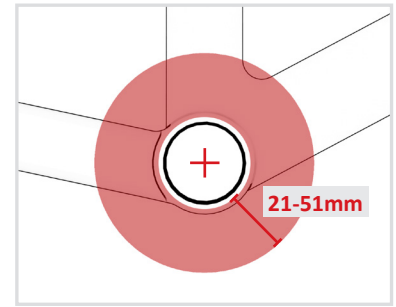

FIG. 7
- Der Magnet sollte in einem Radius von 21-51mm vom Zentrum des Innenlagers platziert werden (Fig. 7).